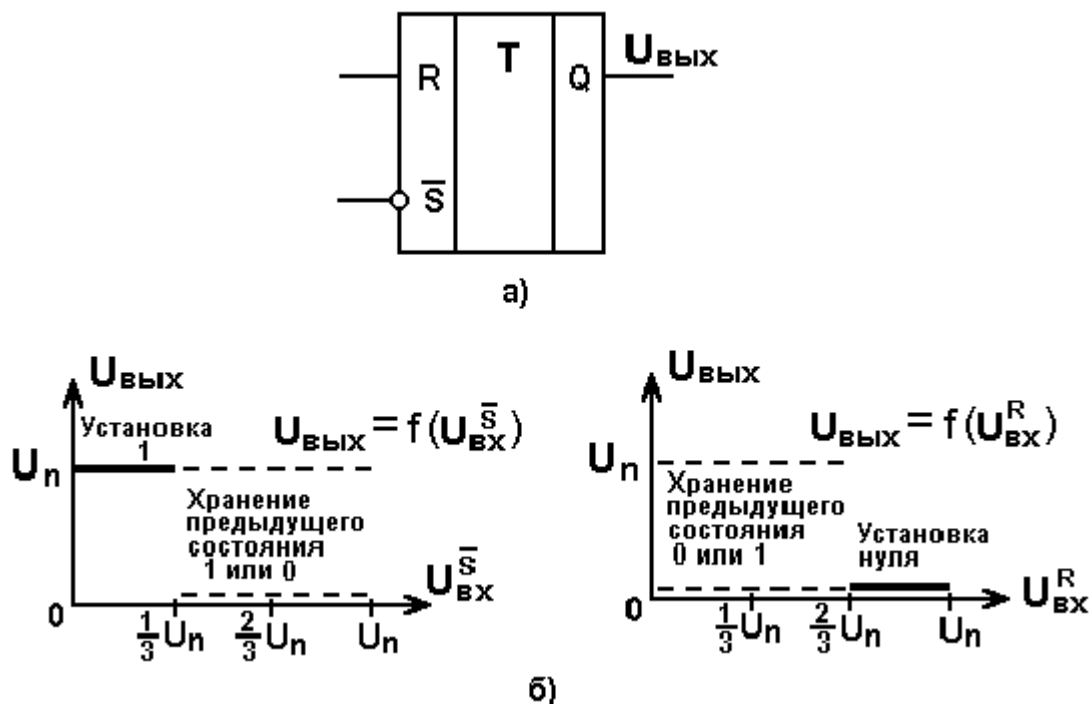

Рис.6.2
Таймер содержит триггер Т, на установочные входы R и S которого подаются сигналы с двух компараторов напряжений K_1 и K_2 . Пороги переключения компараторов задаются напряжением питания U_n микросхемы и сопротивлениями резисторов R_1, R_2, R_3 . Резисторы имеют равные сопротивления, поэтому напряжение переключения нижнего по схеме компаратора равно $(1/3)U_n$, а верхнего $(2/3)U_n$. Из схемы следует, что активный сигнал высокого уровня на входе триггера S, устанавливающий триггер в состояние высокого уровня будет в том случае, если на выводе 2 микросхемы напряжение окажется ниже уровня $(1/3)U_n$. Активный сигнал R высокого уровня, устанавливающий триггер в состояние низкого уровня (сброс), будет в том случае, если на выводе 6 микросхемы напряжение окажется выше уровня $(2/3)U_n$. Таким образом, таймер (триггер, компараторы и делитель напряжения питания) можно представить, как показано на рис.6.2а, в виде RS-триггера с прямым управлением по входу сброса (R) и инверсным управлением